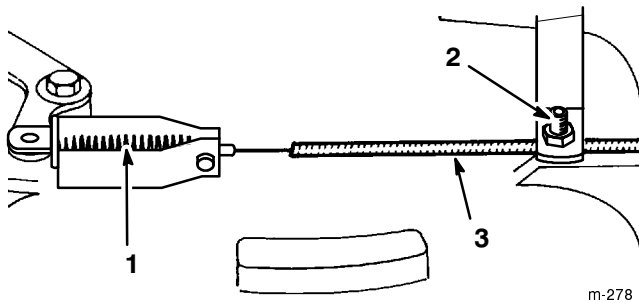

Figure 27
3. Desserrer la vis de serrage du câble jusqu'à ce que la gaine du câble puisse coulisser (Fig. 27). Tirer sur le câble pour le tendre, mais sans tendre le ressort. Resserrer la vis pour fixer le réglage.